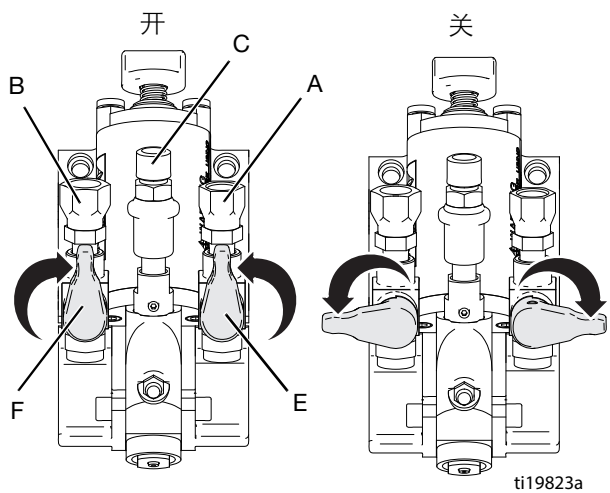

图 3 材料阀
2. 转到关闭位置，关闭两个材料阀 (E, F)。参见图 3。